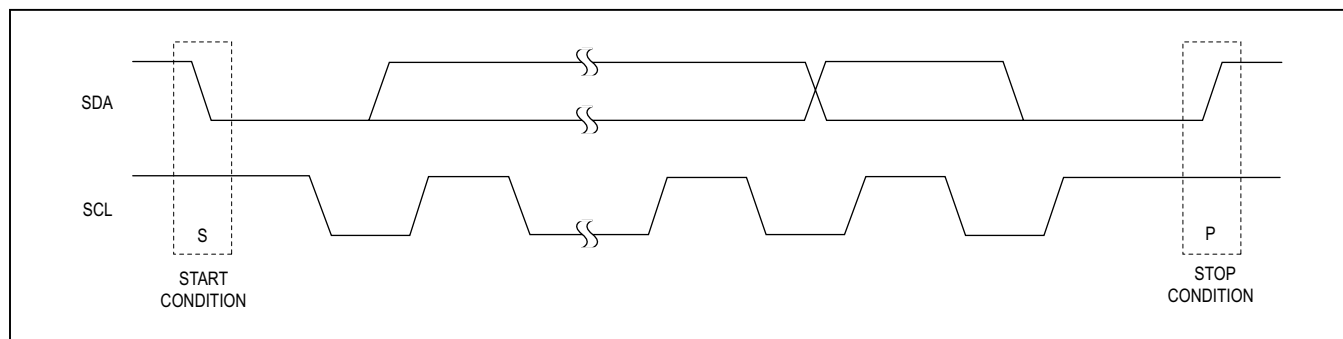

図 27. START 条件と STOP 条件
インタフェースがビジーでないときは、SCLとSDAの両方がハイのままになります。マスターは、SCLがハイの間にSDAをハイからローに遷移させてSTART (S)条件を確立し、送信の開始を通知します(図27を参照)。スレーブとの通信を完了した時点で、マスターはSCLがハイの間にSDAをローからハイに遷移させることによってSTOP (P)条件を発行します。その後バスが解放され、次の送信が可能になります。